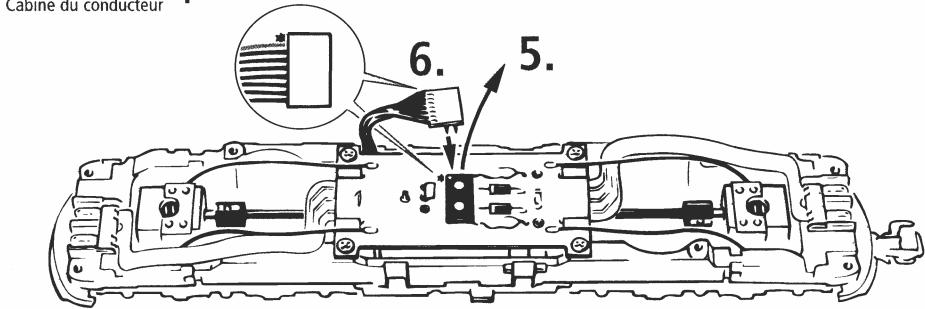

Fig. 5
3. Lämpchenwechsel: Bitte nehmen Sie zuerst das Lokgehäuse ab (Fig. 3). Danach können Sie die **Lämpchen** wechseln (Fig. 5).
3. Remplacement des ampoules: Veuillez démonter d'abord la caisse de votre locomotive (fig. 3), puis vous pouvez échanger les ampoules (voir fig. 5).
3. Change of lights: First remove loco body (fig. 3) and then change **lights**. (fig. 5).